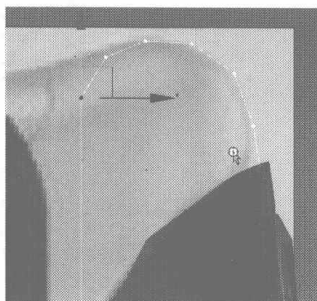

图 4.199
- 25** 不要取消对曲线的选择, 单击右键在弹出的快捷菜单中选择 Refine 命令, 在二维曲线上添加一些细化节点, 如图 4.199 所示。